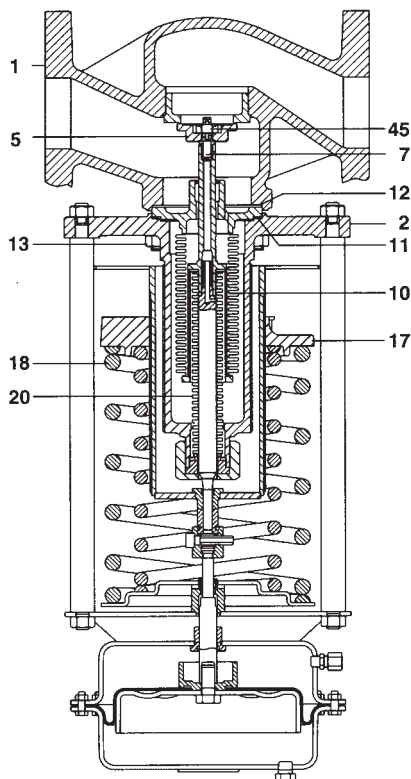

Fig. 11 DN65÷100
4.4.4. Come sostituire il gruppo soffiello di bilanciamento (Fig. 11)